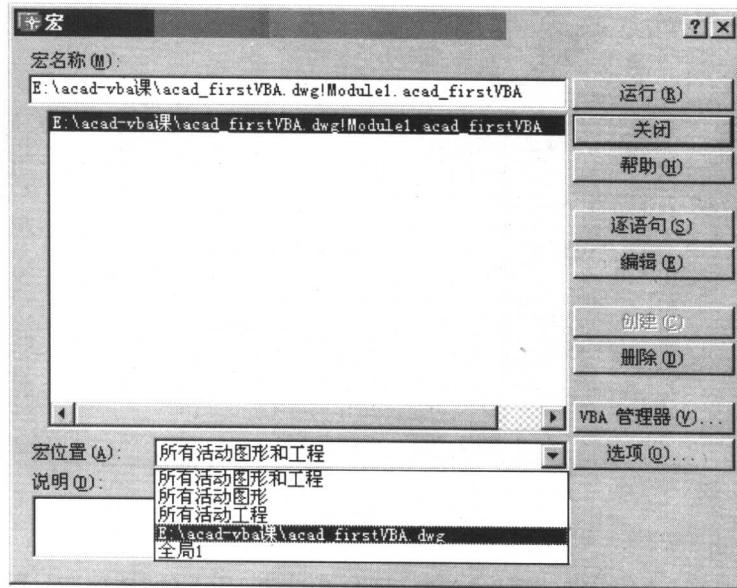

图 1-6 “宏”对话框
从 AutoCAD 的菜单“工具”|“宏”|“宏”或在 AutoCAD 命令提示行中输入 VBARUN,即可打开“宏”对话框。“宏”对话框显示了图形文件或工程文件中包含的所有宏。通过“宏”对话框,用户可以运行、编辑、删除、创建宏及设置 VBA 工程选项。用户可以通过“宏位置”的下拉列表改变宏的选用范围。打开的“宏”对话框如图 1-6 所示。
(2)在“宏位置(A)”下拉列表中选取要建立宏的工程，例如选取 acad_firstVBA.dwg，自动生成的宏名称如图 1-6 所示。